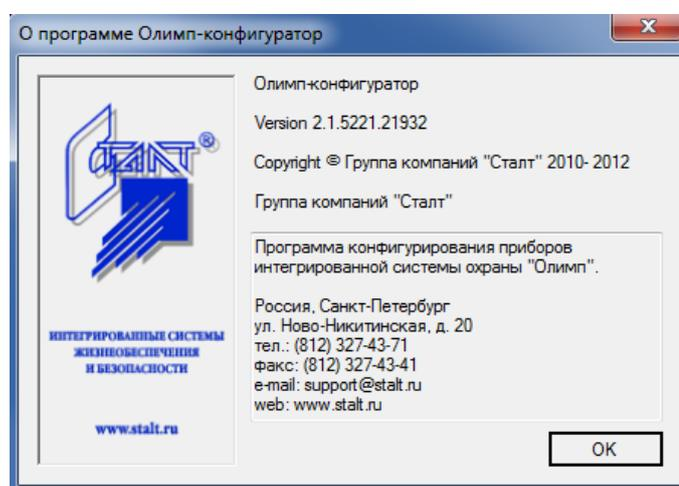

Рисунок 4.11 - Информация о программе
*О программе.* Отображает версию программы и координаты разработчика (см. рисунок 4.11).